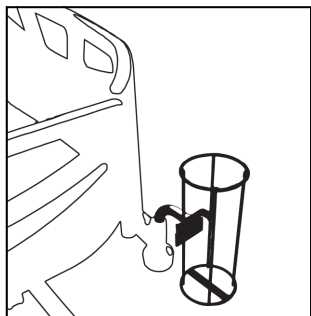
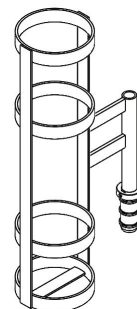

図 27 – 酸素ポンベホルダーを取り付ける (MM006)
図 28 – 酸素ポンベホルダーを取り付ける (MM061/
1. 酸素ポンベホルダーを頭側端部そばの2つの付属スリーブのいずれかに挿入します (図 27、図 28)。